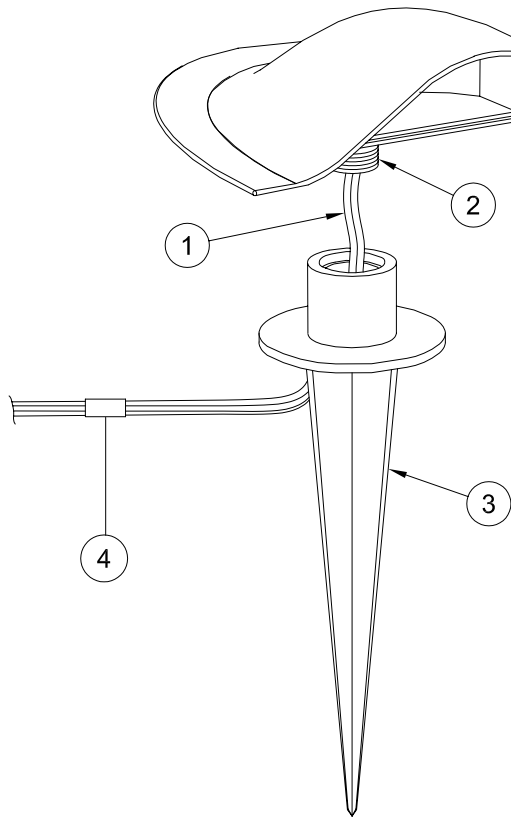

FIG. 1
1.- Slip Fixture Wires (1) into Ground Stake (3). Thread Adapter (2) firmly down into Ground Stake (3) and make connections to supply wires using Wire Connector (4) as shown in (Fig 1). Push stake down into ground until top of stake is even with grade.
1.- Deslice los alambres del aparato de luz (1) en la estaca (3). Enrosque firmemente el adaptador (2) en la estaca a tierra Progress 8618 (3) y haga las conexiones de los alambres de suministro usando el conector de alambres (4) como se muestra (Fig. 1). Empuje la estaca hacia abajo en el terreno hasta que la parte superior de la estaca quede al ras del suelo.
1.- Faites glisser les fils du dispositif d'éclairage (1) dans le pieu (3). Vissez bien l'adaptateur (2) sur un pieu Progress 8618 (3) et effectuez les connexions aux fils d'alimentation à l'aide du raccord (4) selon le diagramme (Fig. 1). Enfoncez le pieu dans la terre jusqu'à ce que le dessus du pieu reste au ras du sol.